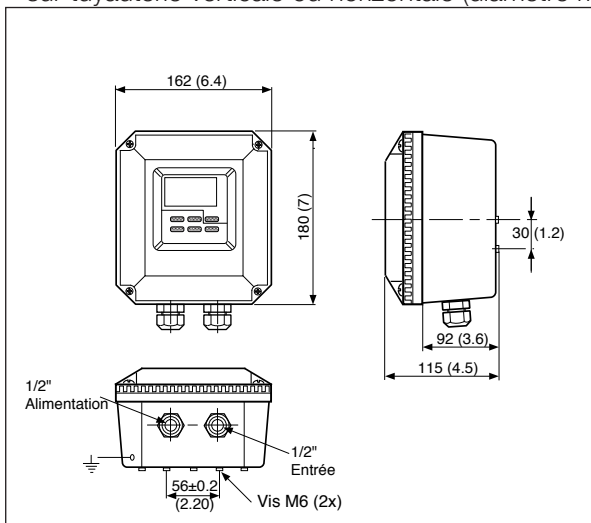

Fig. 3-1. Dimensions de l'ensemble, emplacement des presse-étoupe
- l'accès aux presse-étoupe est facile (voir figure 3-1)